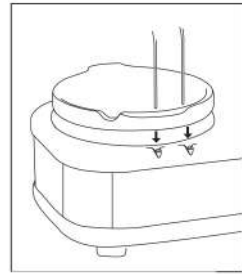

Figura 1
2. Monte los soportes de tapadera dentro de los agujeros ubicados detrás de los espacios designados para las ollas interiores (Figura 1).